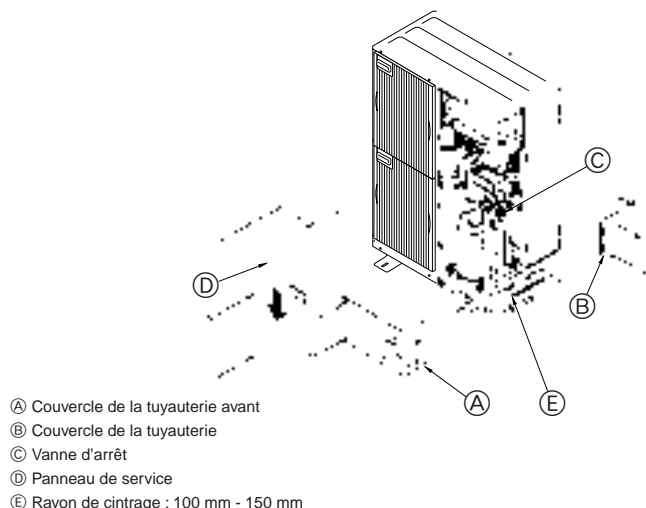

Fig. 4-4
4.3. Mise en place des tuyaux de réfrigérant (Fig. 4-4)